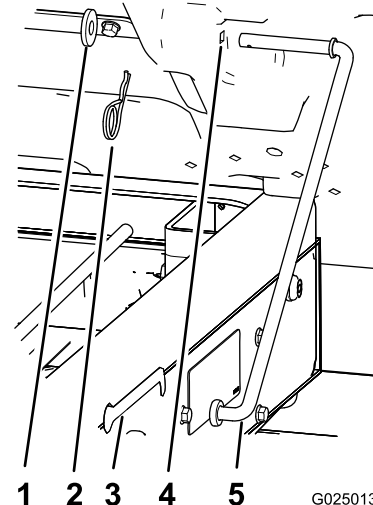

Bild 13
- Entfernen Sie den Splint und die Scheibe, mit denen die Stützstange unten an der Ladepritsche befestigt ist (Bild 13).
- Schieben Sie die Stützstange nach vorne, um sie aus der Halterung am Rahmen zu nehmen (Bild 13).